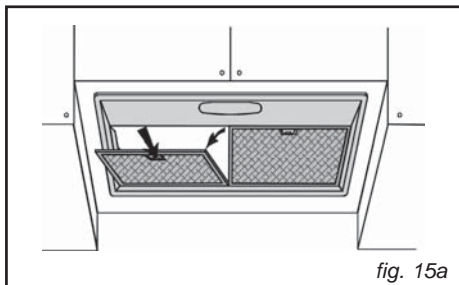

fig. 15a
• **Smontaggio del filtro antigrasso (fig.15a-15b)**